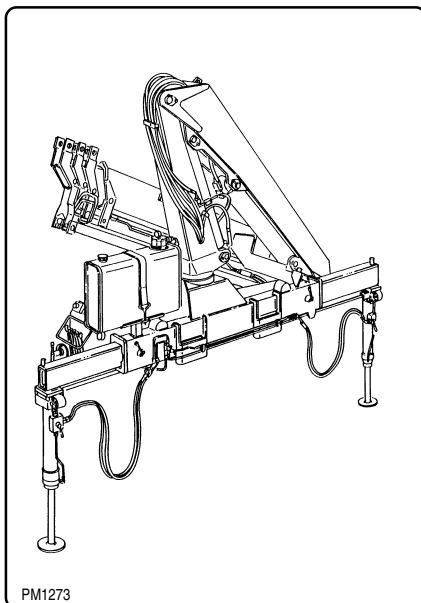

fig. 8.5.12
- c) chiudere tutti i martinetti (compresi gli stabilizzatori) mettendo la gru in posizione di riposo (fig. 8.5.12) e ripetere l'operazione di svuotamento del serbatoio;
- c) *close all the cylinders (including the outriggers) to put the crane into rest position (fig. 8.5.12) and repeat the operation of the oil chngement;*